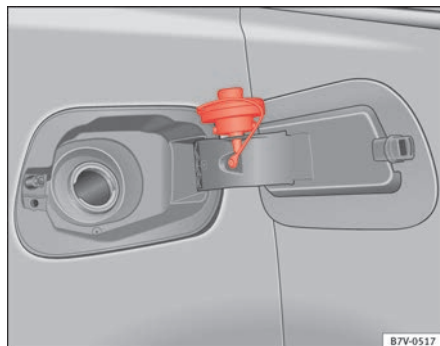

Fig. 163 Tampa do depósito aberta com o tampão inserido no suporte.
- Retire o tampão do depósito desenroscando-o para a esquerda e introduza-o no orifício respectivo na dobradiça da tampa do depósito ⇒ Fig. 163.